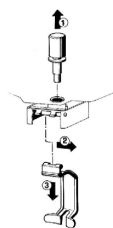

Figure 4
- Pour libérer le robinet en acier, retirez le pillon (1) et démontez le levier du robinet (fig.4)